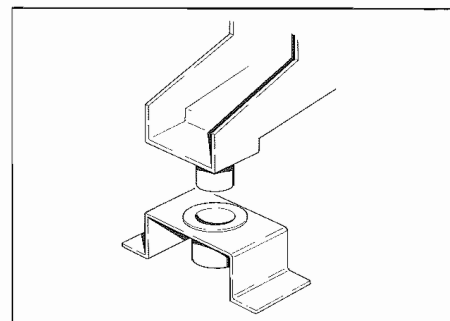

Fig. 12 - Silent-block
- Inserire i perni inferiori di centraggio sui relativi silent-blocks senza espellerli dalla loro sede (**Fig. 12**).
- Insert the lower centering pins on the silent blocks without removing these from their seat (**Fig. 12**).